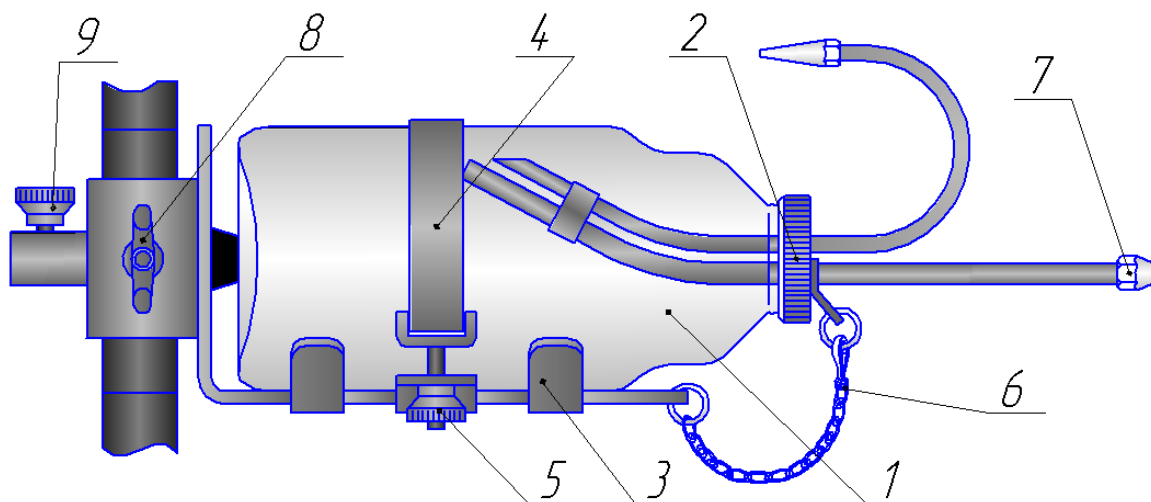

Рисунок 1.
5.2. Батометр-бутылка ГР-16М конструктивно состоит из однолитровой стеклянной бутылки 1 (см. рис. 1), головки с трубками 2, обоймы (корпуса) 3 и хвостового оперения.